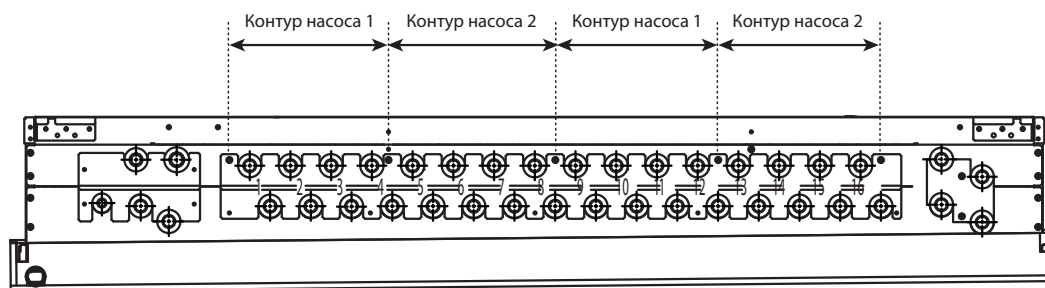

Рис. 6-2-1В
- При подсоединении внутренних блоков WP100 или 125 к НВС-контррллеру, подсоедините каждый блок к двум комплектам двух портов НВС-контроллера, используя два объединителя (Y-соединение). (См. Рис. 6-2-1А)
- Подсоедините переходник (20А-32А) к объединенной стороне каждого объединителя (См. Рис. 6-2-1А)
- При подсоединении объединителей к портам НВС-контроллера, разветвленная сторона объединителя не может быть соединена с комбинациями портов «4 и 5», «8 и 9» или «12 и 13». (См. Рис. 6-2-1В)